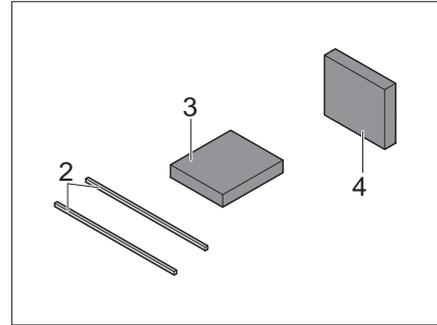

Bild 115 Zusatzpolster
- Zusatzpolster (Bild 115,3) auf die Sitzbankverlängerung auflegen.
- Zusatzpolster (Bild 115,4) als Rückenlehne einsetzen.